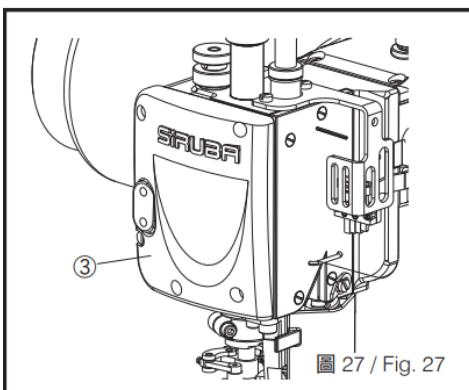

Fig. 27 / Fig. 27
- (1) Снимите переднюю крышку ③, затем проверьте зазор. (Рис. 27)